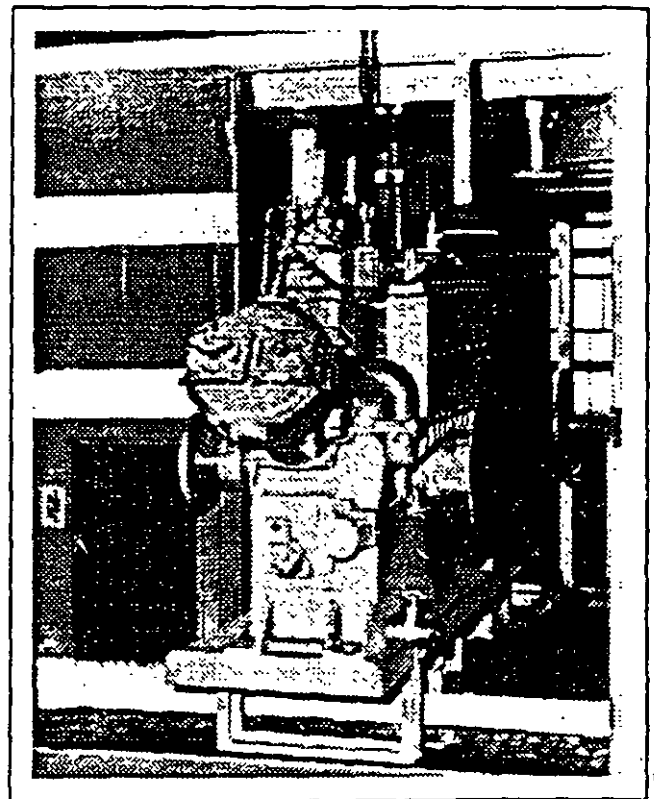

FIG. 27. COMPRESOR EN SU POSICION PARA
11. Deslice el compresor hacia la extensión de la base lo suficiente para permitir que el compresor sea levantado verticalmente (Fig. 27). Asegúrese que el compresor salga libremente